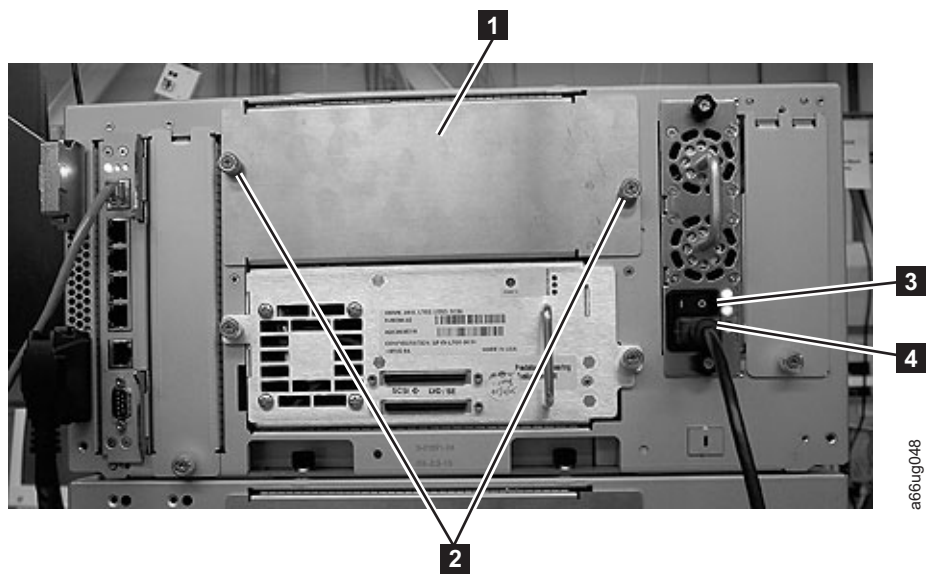
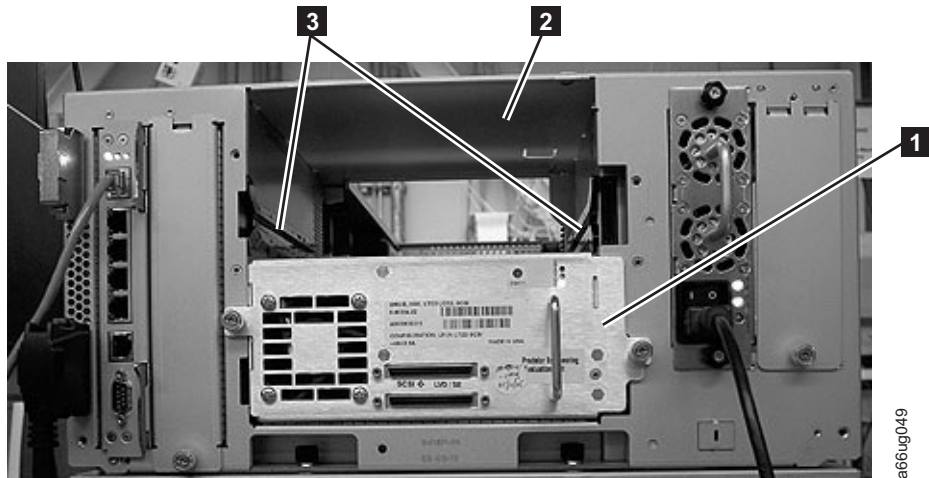

Рисунок 11-3. Управляющий модуль с одним накопителем SCSI и крышкой ячейки
Рисунок 11-4. Управляющий модуль с одним накопителем SCSI и ячейкой для накопителя со снятой крышкой
Внимание: Сначала отключите кабель питания от сети, а затем от блока питания (**4** на рис. 11-3).
- а. Найдите в модуле свободную ячейку для накопителя. Снимите крышку ячейки. Для этого открутите два винта (**2** на рис. 11-3) против часовой стрелки (**1**). На рис. 11-4 на стр. 11-7 показан управляющий модуль с установленными салазками накопителя SCSI (**1**) и свободной ячейкой (**2**) со снятой крышкой.
- a. Вставьте салазки нового накопителя в свободную ячейку. Обратите внимание, что для упрощения этой операции в ячейке и салазках имеются плоские направляющие (**3** на рис. 11-4). Салазки накопителя должны быть расположены горизонтально.
1. Установите салазки накопителя на одном уровне с плоскими направляющими и направляющими пазами вдоль дорожек (**3** на рис. 11-4 на стр. 11-7) и медленно задвиньте накопитель к модуль библиотеки, поддерживая его снизу.